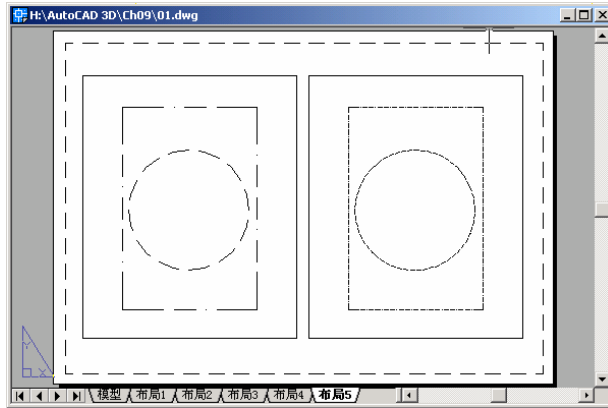

图 7-15 在布局视口中缩放线型
(1) 系统变量 PSLTSCALE 的值默认为 0，此时，无论布局视口的比例如何，在该视口中绘图时，线型的外观将保持与模型空间的线型一致。图 7-15 中左侧布局视口显示了 PSLTSCALE 取值为 0 时的线型，该线型的比例与模型空间中保持一致。
(2) 如果将系统变量 PSLTSCALE 的值设置为 1，则布局视口中的图形线型将受该布局视口比例的影响，即随着布局视口的比例而进行缩放。图 7-15 中右侧布局视口显示了 PSLTSCALE 取值为 1 时的线型，该线型的比例受视口显示比例的影响而发生改变。